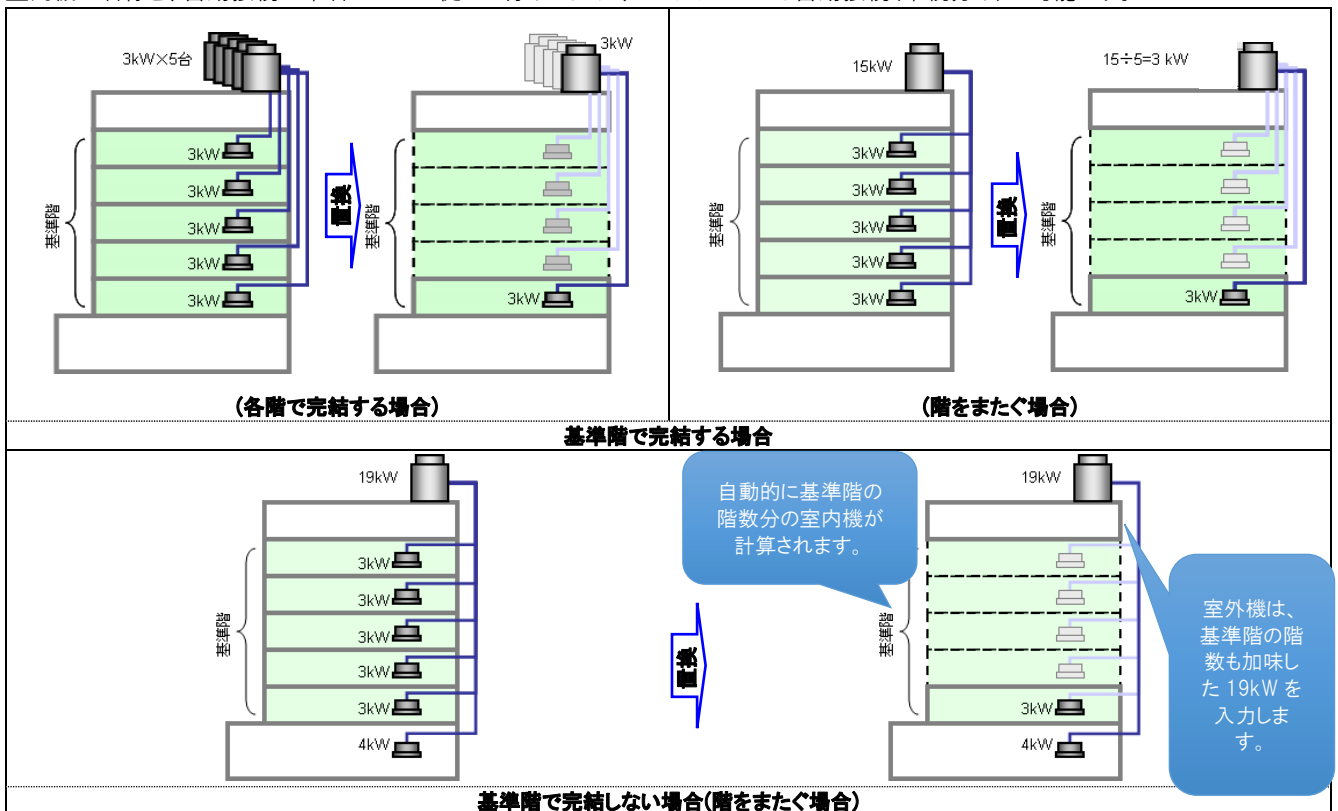

図 1.4.1.1 基準階の入力方法
室外機の入力は1台ごとに行うので、原則、同容量同一仕様のもので「行追加」ボタンで台数分の入力行を作成し仕様を入力します。基準階入力がある場合の、室外機容量の入力方法を図 1.4.1.2-1 に示します。基準階で完結する場合(a)は、室外機がフロアをまたぐ場合であっても 1フロア分に案分した容量を室外機に設定します。基準階で完結しない場合(b)は、全フロア分の容量を室外機に設定します。
Figure 1.4.1.3 shows the software interface for inputting indoor unit information. The interface includes a tree view on the left, a main data table, and several control buttons. Callouts (1) through (4) identify key elements:
- (1): 室内機 (Indoor Unit)
- (2): 行追加・行コピー・行削除ボタン (Row Add, Row Copy, Row Delete Buttons)
- (3): 接続ボタン (Connect Button)
- (4): 接続解除ボタン (Disconnect Button)